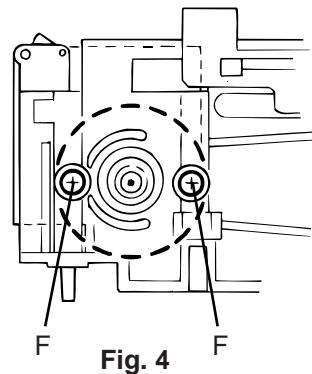

Fig. 4
■ Detaching the capstan motor (Fig. 4)